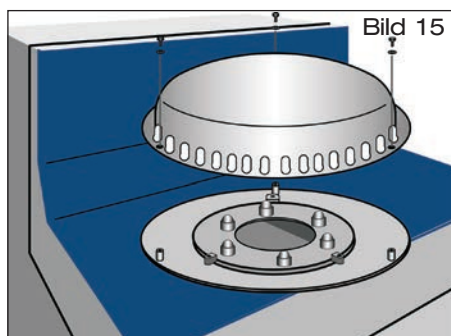

Bild 15
2.7 Saughaube mit beiliegenden Befestigungsschrauben und U-Scheiben mit Bodenplatte verschrauben (Bild 15 bzw. 15A). Beiliegende Schrauben mit Steck- oder Ringschlüssel SW 10 anziehen. Befestigung handfest bis max. 5 Nm.